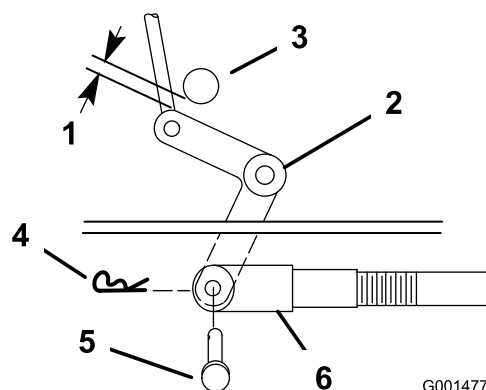
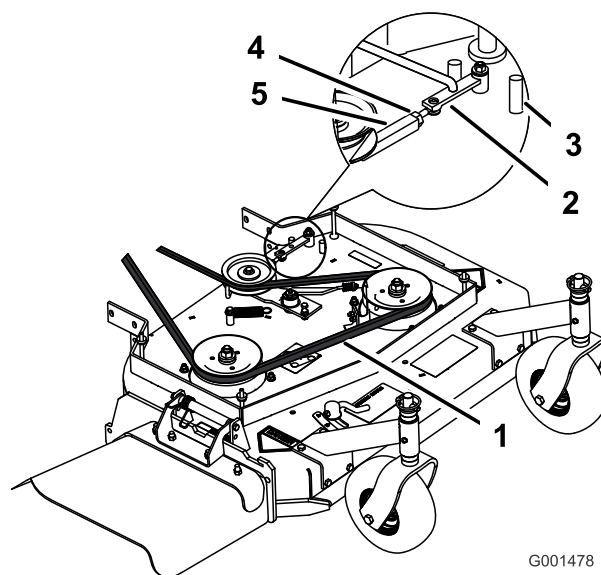

Figure 42
Figure 43
9. Vérifiez l'écartement entre le levier coudé et l'arbre de sortie de transmission (Figure 42).
10. Enlevez la goupille fendue et l'axe de chape du levier coudé (Figure 42).
11. Tournez la chape dans le sens horaire sur la tige pour accroître l'écartement, et dans le sens antihoraire pour le réduire (Figure 42).
**Remarque:** Si le bras d'assistance ne touche pas la butée avant du tablier de coupe (Figure 43), réglez la chape de sorte à rapprocher le levier coudé de l'arbre de sortie de transmission (Figure 42).